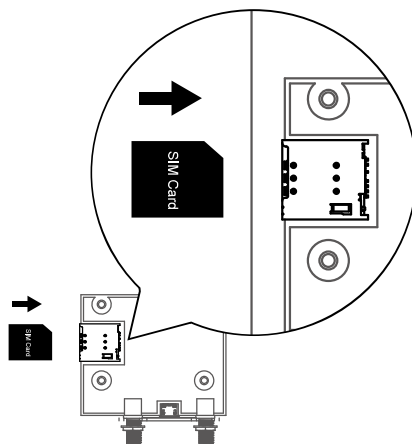

Figure 37. Insertion de la carte SIM.
- 2) Insérer la carte Micro SIM 3G/4G dans le plateau, en veillant à ce que les contacts dorés soient orientés vers le bas et que l'encoche soit située dans le coin supérieur droit. Voir la figure 37.